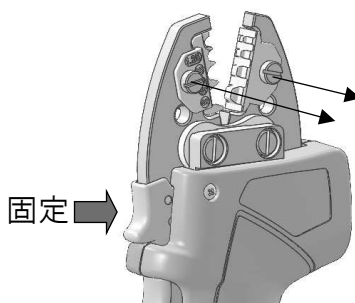

図 3
- 4 ダイスの取外しは、口金開口レバーを押して口金動かないように手で固定した後、マイナスドライバーでダイス固定ネジを緩めてください。（図3）